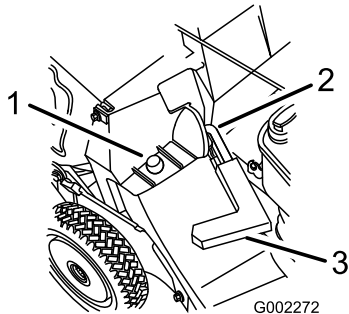

Figura 24
2. Asegúrese de que el tirador de la puerta de descarga está totalmente hacia adelante y que la clavija está situada en el cierre (Figura 24).
3. Coloque el agujero del marco de la bolsa sobre el poste de retención en el conducto de descarga (Figura 24).
2. Levante el tirador de la puerta de descarga y muévalo hacia adelante para que la clavija entre en el cierre (Figura 24).